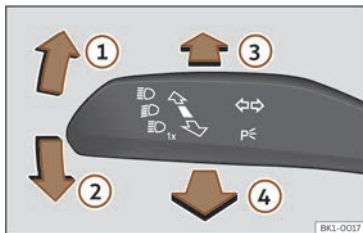

Fig. 104 Panca de intermitentes e de luz de estrada (segundo versións).
- Dende a posición de base, prema cara adiante a panca dos intermitentes e da luz da estrada >>> **fig. 104 ③**.
- **OU BEN:** se o asistente de luz de estrada está conectado, tire cara atrás da panca dos intermitentes e de luz de estrada >>> **fig. 104 ④**.